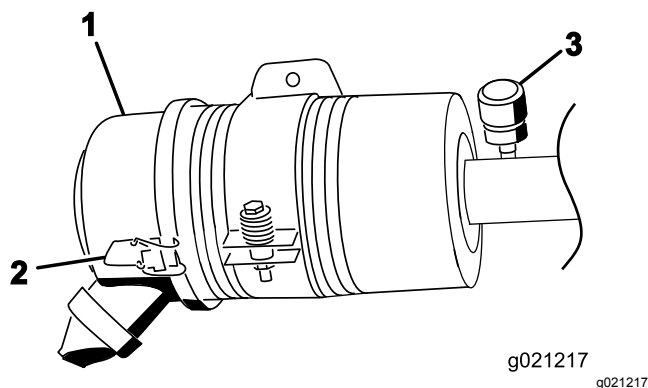

図 69
エアクリーナの整備はインジケータ図 69 が赤色になってから行ってください。早めに整備を行っても意味がありません。むしろフィルタを外したときにエンジン内部に異物を入れてしまう危険が大きくなります。
1. エアクリーナのカバーをボディーに固定しているラッチを外す(図 69)。